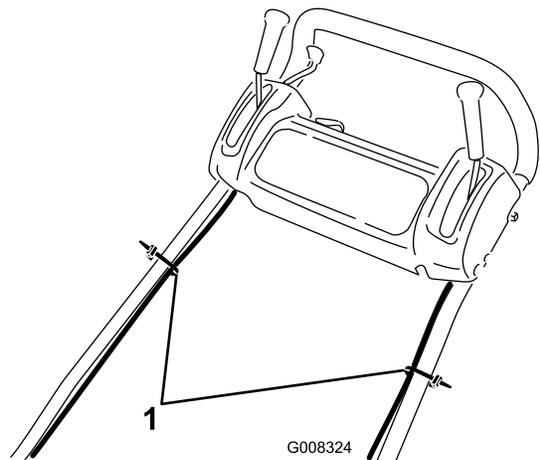

図 4
9. ケーブル・タイを使ってケーブルをハンドルに固定する (図 4)。